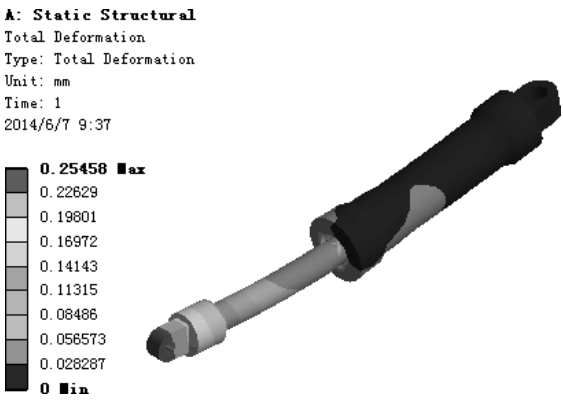

图 7.6.29 位移变形结果图解
- (3) 查看位移结果图解。在“Outline”窗口中选中  **Total Deformation**，查看图 7.6.29 所示的位移变形结果，其最大位移为 0.25458 mm。